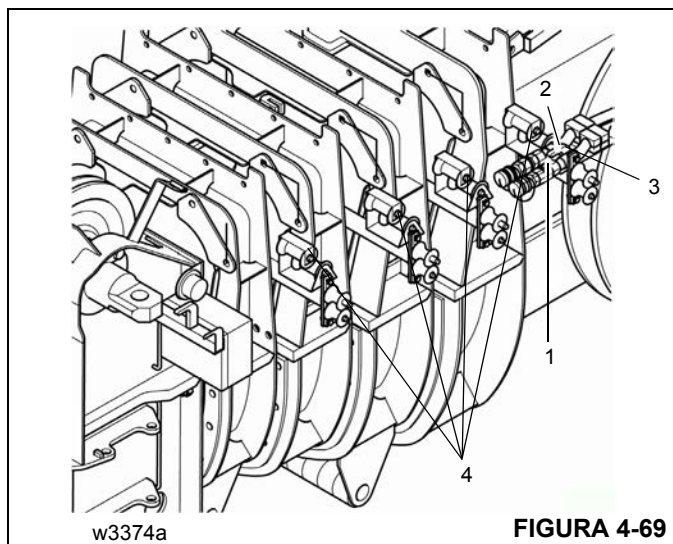

FIGURA 4-69
Si la pluma principal se utiliza por períodos prolongados, las conexiones hidráulicas del tambor de manguera deben colocarse en la posición de funcionamiento de la pluma principal. Consulte *Posición para trabajar con la pluma principal*, página 4-28 en esta sección y la (Figura 4-69).
- Retire las mangueras hidráulicas de los rodillos guía (4) (Figura 4-69).
- Libere la protección contra tirones del sujetador (3) y enganche la protección contra tirones al sujetador (1).